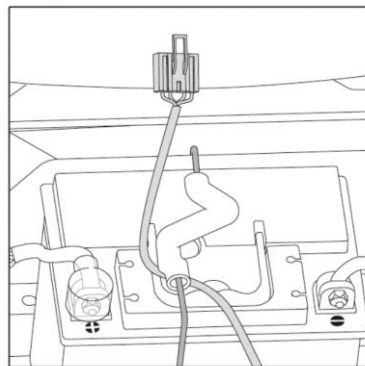
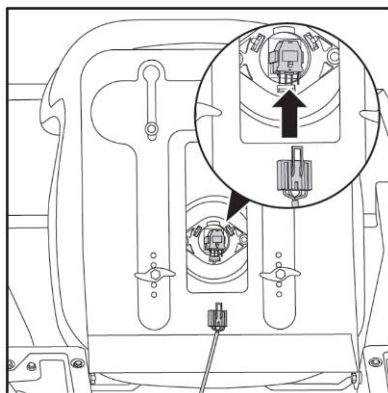

Fig.3B
Fig.3C
4. Ta tag i sätesbrytarens kabelnät och för det under batteriets säkringsstång. Anslut sätesbrytarens kabelnät till sätesbrytaren. (Fig. 3B & Fig. 3C)